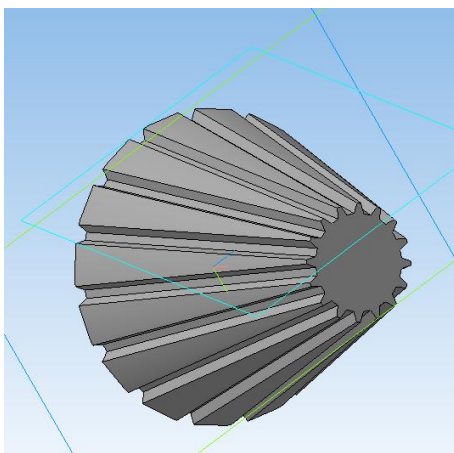

Рис. 3.12. Модель ручки
4. Применяя **Массив по concentрической сетке**  Выполнить накатку в количестве 16 экземпляров (рис. 3.12). В качестве оси выбрать ось ручки (кликнуть на окружность ручки).